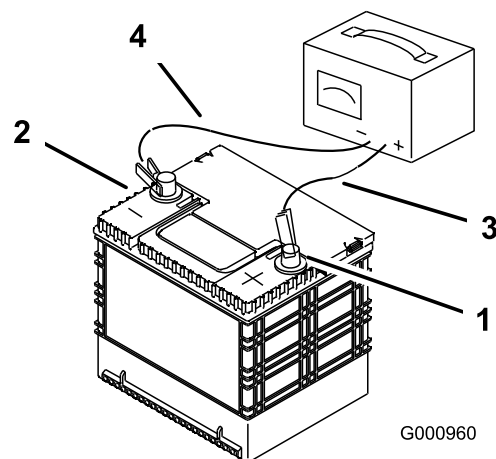

Figura 68
2. Cuando la batería esté completamente cargada, desconecte el cargador de la toma de electricidad, luego desconecte los cables del cargador de los bornes de la batería (Figura 68).